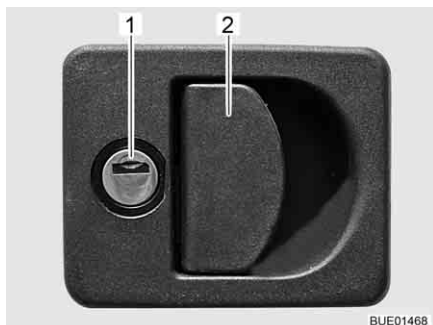

Bild 31 Lucklås med greppkåpa
- Stick in nyckeln i låscylindern (Bild 31,1) och vrid ett kvarts varv. Lucklåset är upplåst.
- Drag i låshandtaget (Bild 31,2). Den utvändiga luckan är öppen.